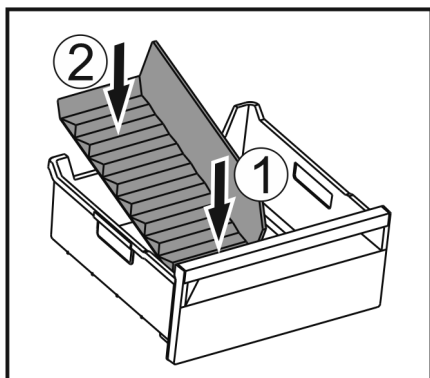

Fig. 71
- Vstavite sprednji del pregrade predala za led. Fig. 71 (1)
- Zadnji del pregrade predala za led spustite do dna predala. Fig. 71 (2)